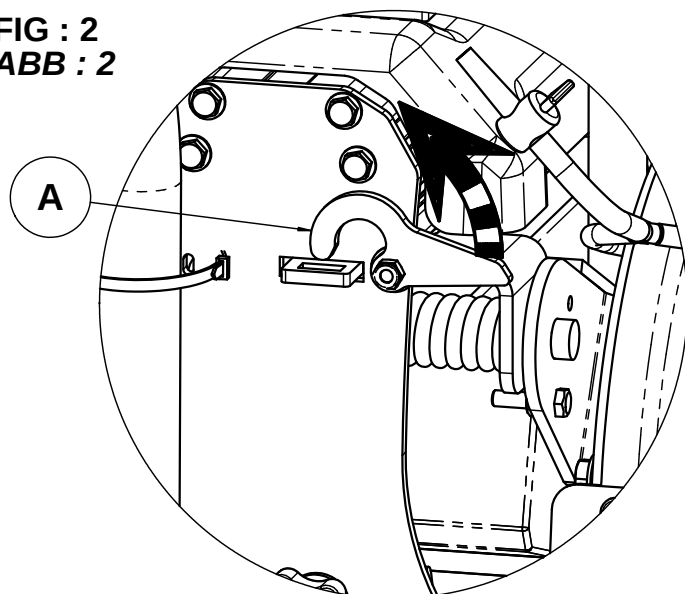

FIG : 3
- Ослабьте два маховика (В) передних ножек, поверните их, затем повторно затяните маховики (В) - [рис. 3].